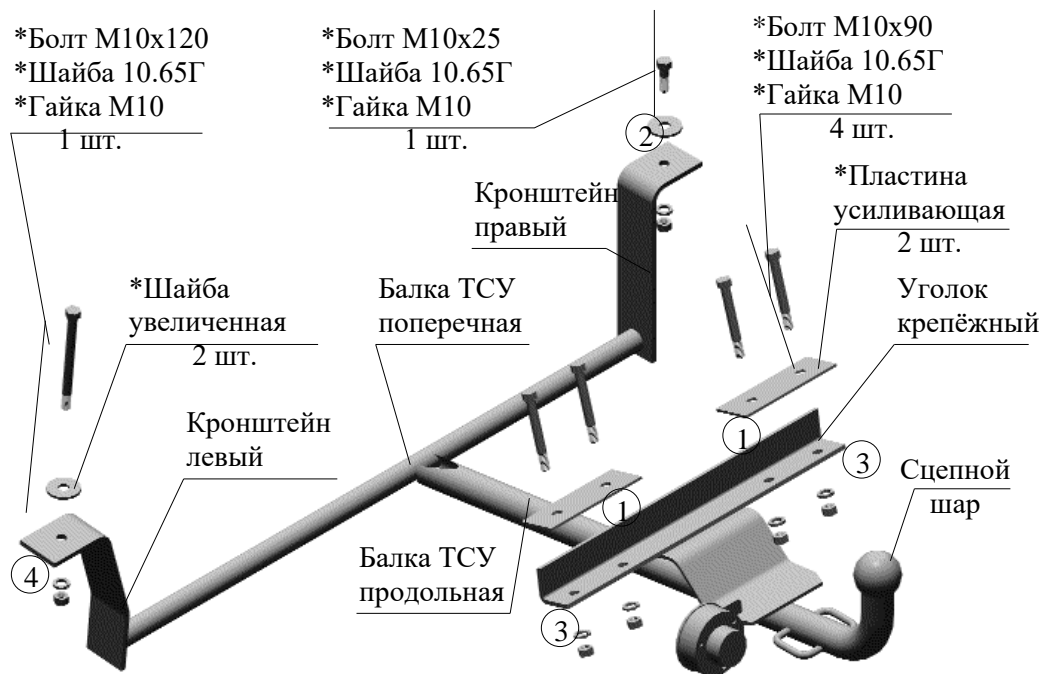

Рис.1 Тягово-сцепное устройство ТСУ 31029.
2.1 ТСУ в сборе (рис.1)	1 шт.
2.2 Пакет с комплектующими (см. рис.1)	1 шт.
- 4.3 Наметить и просверлить в полном корпусе а/м два отверстия (на Рис. 1 отмечены (1)) диаметром 10,5...11 мм, используя ТСУ, как кондуктор. Закрепить ТСУ двумя болтами М10х90, не затягивая крепеж.
- 4.4 Наметить и просверлить в полу багажного отделения отверстие (2) диаметром 10,5...11 мм, используя ТСУ, как кондуктор (см. Рис. 1). Закрепить ТСУ, не затягивая крепеж.
4.5 Наметить и просверлить два отверстия в полу багажного отделения, используя ТСУ, как кондуктор (отверстия (3) на Рис. 1).
4.6 Наметить и просверлить напроход отверстие диаметром 10,5...11 мм в левом лонжероне автомобиля (отверстие (4) на Рис. 1). При сверлении отверстия со стороны пола багажного отделения необходимо использовать разметку.